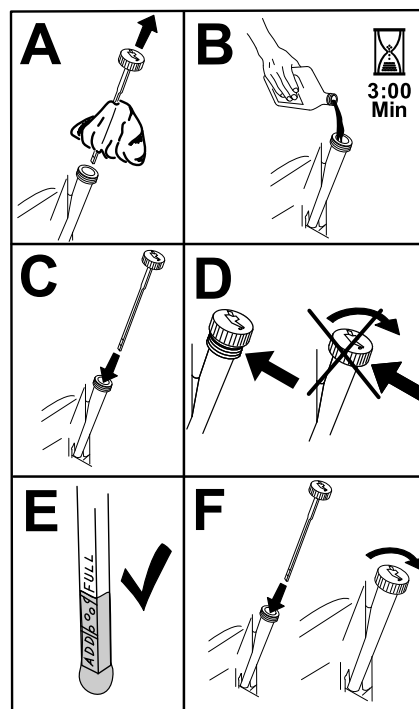

Figura 46
5. Vierta lentamente un 80% aproximadamente del aceite especificado por el tubo de llenado, luego añada lentamente el resto del aceite hasta que llegue a la marca de **Lleno** (Figura 46).